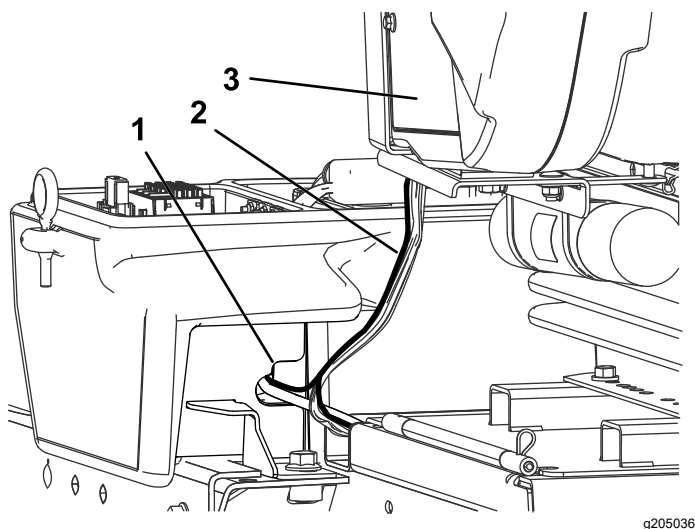

**Figura 22**
1. Encaminhe a cablagem ao longo da cablagem existente para a abertura na estrutura atrás do banco (Figura 22).